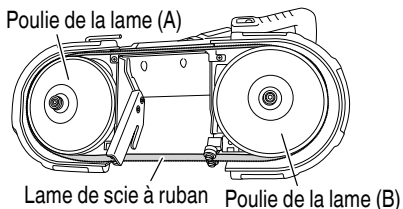

Fig. 18
- (4) En tenant la lame de scie à ruban en place, tournez le levier de tension dans le sens du serrage et fixez la lame de scie à ruban. (Fig. 18)